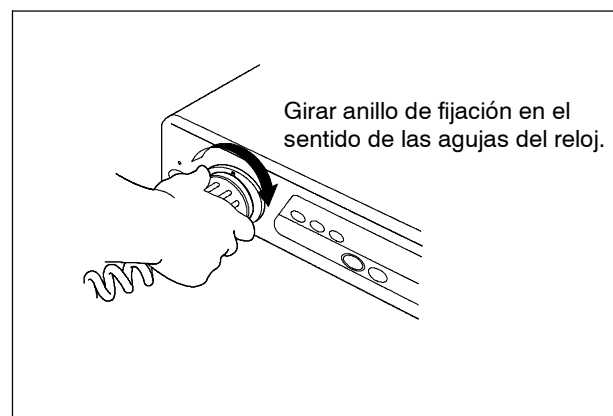

Figura 3.15
3. Gire el anillo de fijación en el sentido de las agujas del reloj hasta escuchar un clic (ver figura 3.15).